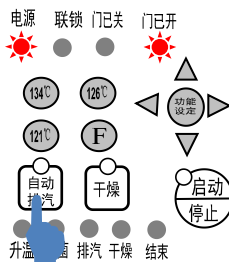

图 14
3. 不用干燥功能时可单选自动排汽功能，直接自动排汽键。（干燥功能自带自动排汽功能）图 14